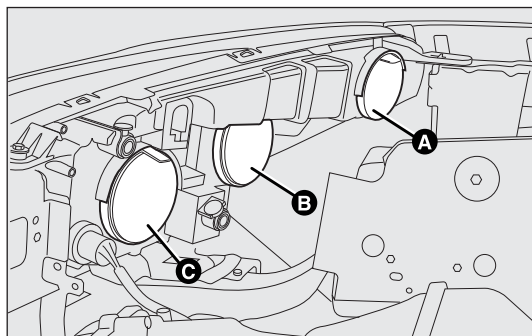
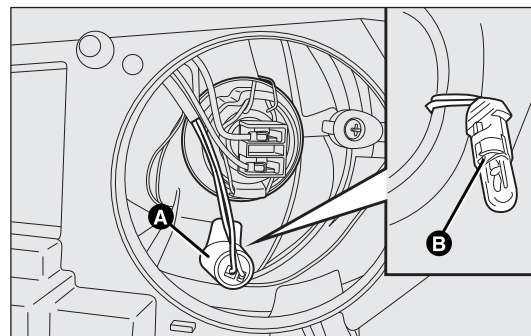

fig. 150
fig. 151
GRUPOS ÓPTICOS DELANTEROS fig. 150
- ☐ retire la tapa de protección B-fig. 150;
- ☐ gire hacia la izquierda el portalámpara A-fig. 151 y extraígallo;
- ☐ monte la nueva lámpara, introduzca nuevamente el portalámpara A-fig. 151, a continuación, vuelva a montar la tapa de protección B-fig. 150.
- ☐ vuelva a montar correctamente la tapa de protección B-fig. 150.
- ☐ retire la tapa de protección A-fig. 150;
- ☐ vuelva a montar la tapa de protección A-fig. 150.
- ☐ retire la tapa de protección C-fig. 150;
- ☐ vuelva a montar correctamente la tapa de protección C-fig. 150.
- ☐ vuelva a montar la tapa de protección C-fig. 150.